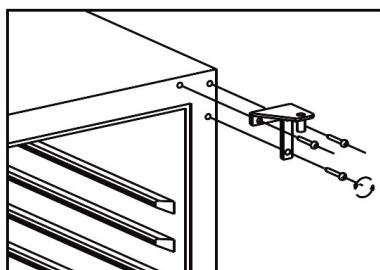

fig. 8.3
- Montera av det övre gångjärnet och spara för eventuell senare användning. Se fig. 8.3